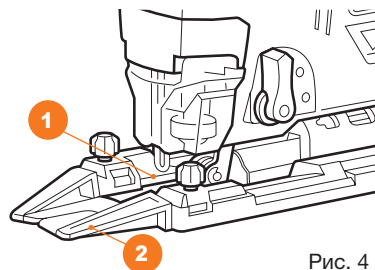

Рис. 4
- Установите прозрачную защитную крышку **1** с пазом для полотна с нижней части опорной плиты (Рис. 4).